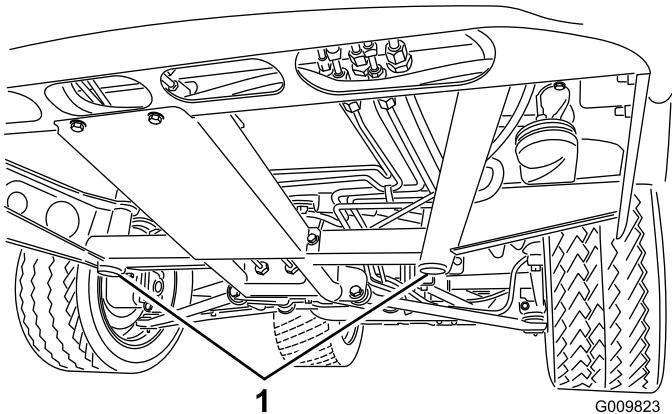
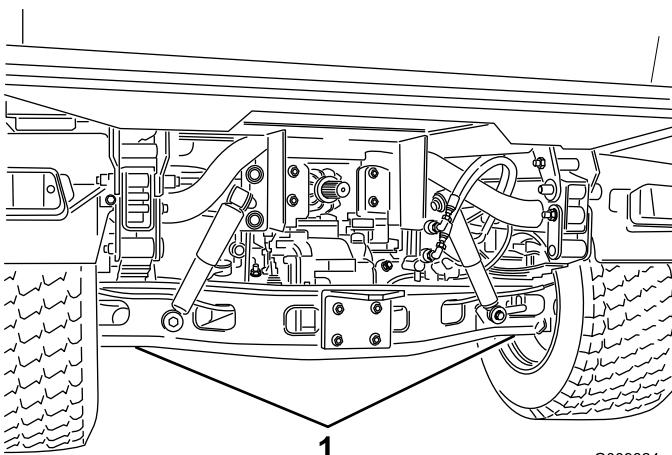

Bild 37
Bild 38
- Die Hebestelle befindet sich vorne am Fahrzeug unter der vorderen mittleren Rahmenstütze (Bild 37) und hinten unter der Achse (Bild 38).